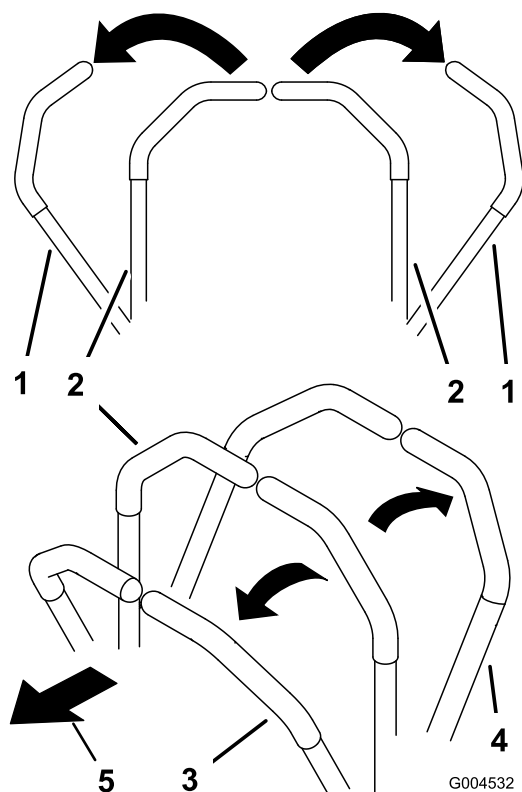

Figure 46
1. Mettez les leviers de commande de déplacement (Figure 46) en position de verrouillage au point mort.
- Pour vous déplacer en ligne droite en marche avant, poussez lentement les leviers de commande de déplacement vers l'avant (Figure 46).
- Pour vous déplacer en ligne droite en marche arrière, tirez doucement les leviers en arrière (Figure 46).
- Pour tourner, ralentissez la machine en tirant les deux leviers en arrière puis poussez en avant le levier du côté opposé à celui que vous voulez prendre (Figure 46).